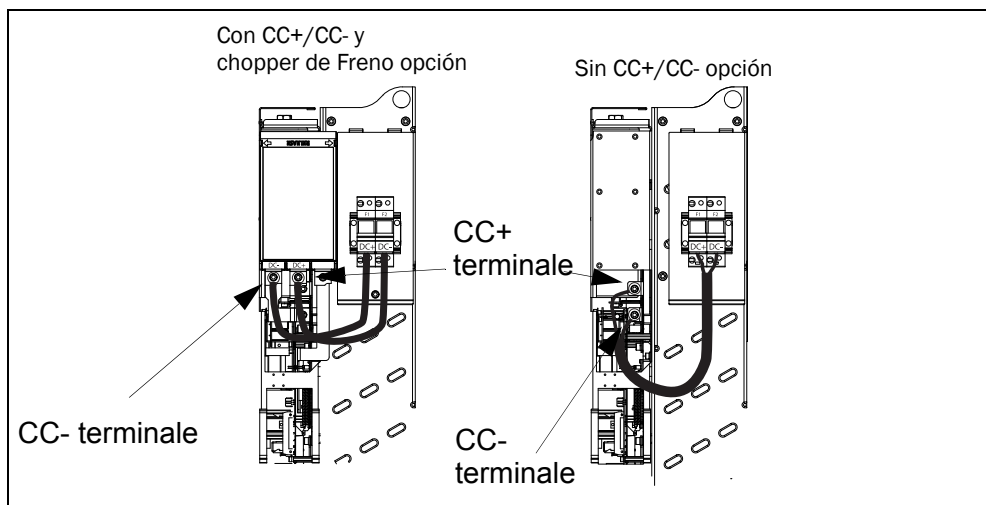

Fig. 12 Fusibles de CC conexión del cable del tamaño G y hasta
- Conecte los cables (suministrados en la entrega) entre el portafusibles de CC y los terminales de CC+/CC-; consulte Fig. 12.